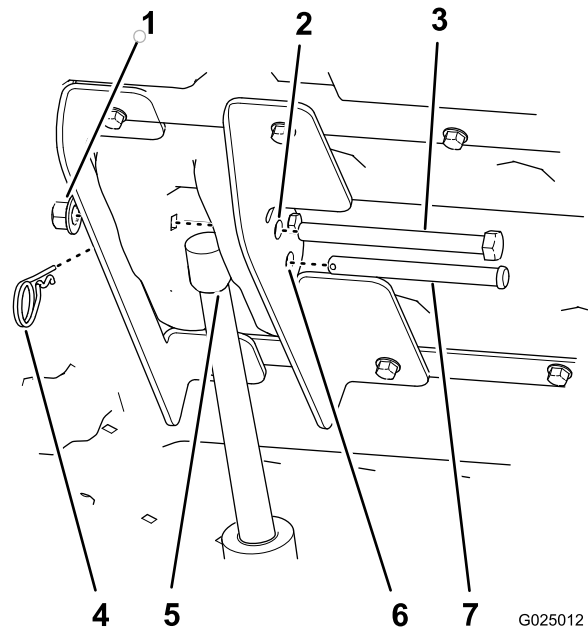

Figura 24
8. Fixe a barra do accionador do elevador aos suportes do elevador com o passador de forquilha (3-1/2 pol.) e o gancho (Figura 24).
10. Alinhe o parafuso de cabeça sextavada (1/2 x 5-1/2 pol.) através dos restantes furos de 12,7 mm nos suportes interior e exterior do elevador (Figura 24) e prenda com uma porca (1/2 pol.) até que a porca flangeada esteja fixa.